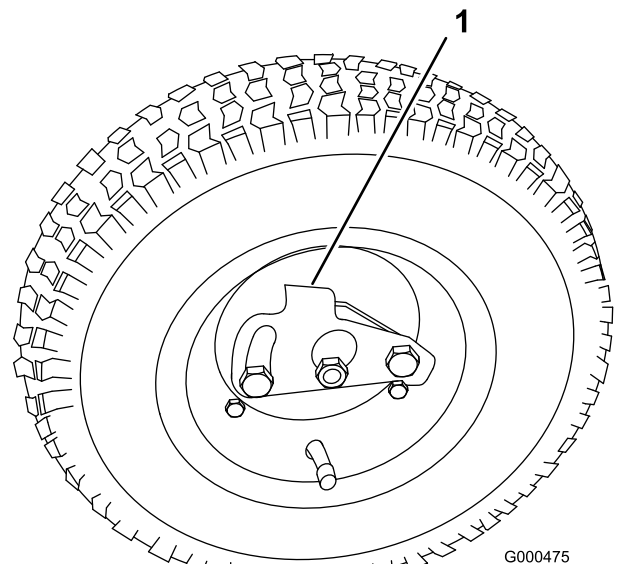

Bild 8
2. Drücken Sie den Radarretierclip zur Mitte des Rads und schieben Sie das Rad auf die Sechskantwelle (Bild 8).